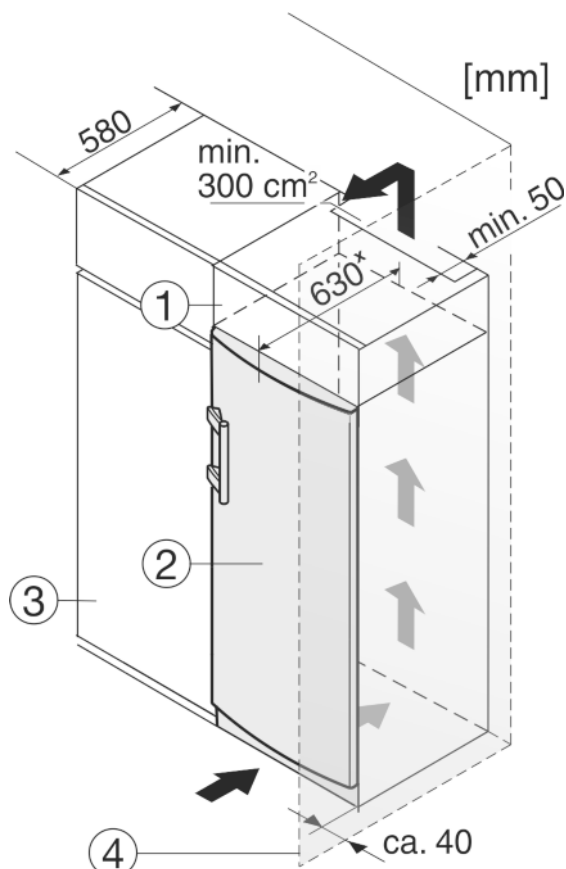

Fig. 8
Urządzenie może zostać obudowane szafkami kuchennymi. Aby dopasować urządzenie *Fig. 8 (2)* do wysokości ciągu szafek kuchennych, można nad urządzeniem umieścić odpowiednią szafkę nasadzaną *Fig. 8 (1)*.
W przypadku obudowania szafkami kuchennymi (głębokość maks. 580 mm) urządzenie można ustawić bezpośrednio obok szafki kuchennej *Fig. 8 (3)*. Urządzenie wystaje z boku o 34 mmx i na środku urządzenia o 50 mmx w stosunku do frontu szafek kuchennych.
Jeżeli urządzenie będzie ustawiane z zawiasami do ściany *Fig. 8 (4)*, to pomiędzy urządzeniem i ścianą należy zachować minimalny odstęp, wynoszący 40 mm. Na taką odległość wystaje klamka przy otwartych drzwiach.